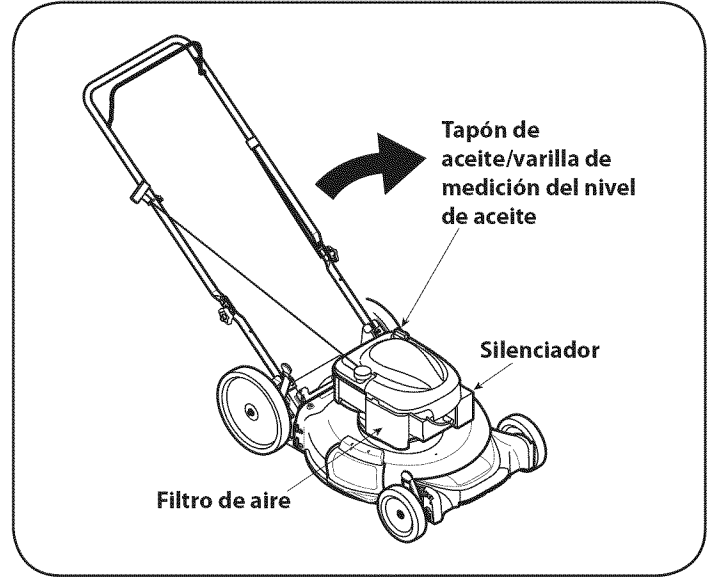

Figura 15
3. Quite la tapa/varilla medidora del nivel de aceite y drene el aceite al recipiente inclinando el motor hacia el tubo de llenado del aceite. Vea la Figura 15.
2. Incline la cortadora de césped de modo que quede apoyada sobre el alojamiento, mantenga el silenciador de costado hacia abajo. Refiérase a la figura 15. Sostenga firmemente la cortadora.